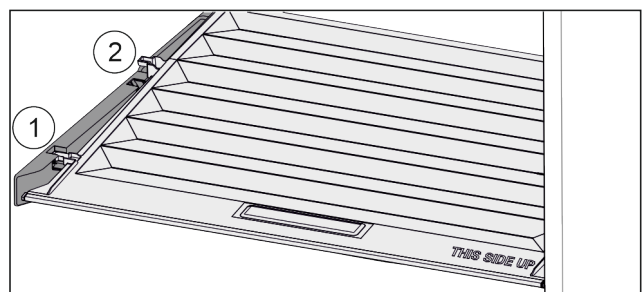

Fig. 35
- Deksel tot de opening in de vasthouders naar voren trekken Fig. 35 (1).
- Aan de achterkant vanaf de onderkant omhoog tillen en vanaf de bovenkant verwijderen Fig. 35 (2).